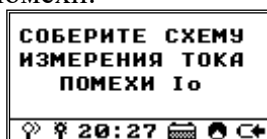

Рисунок 73
7.1.3.18 Затем, аналогично предыдущему этапу, на экран выводится указание собрать схему измерения помехи на входе «О» (рисунок 73). Ко входу «X» подключается полный ток, а ко входу «O» - ток помехи.